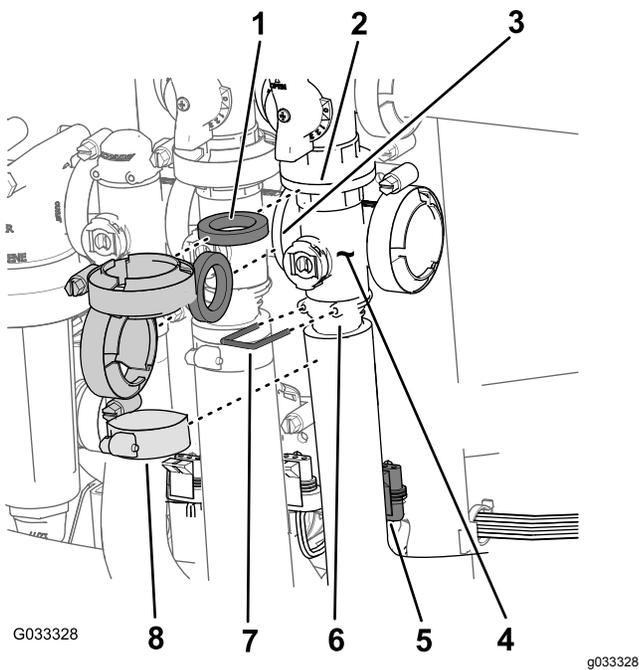

图66
1. 拆下将主喷洒臂阀歧管图66固定至主喷洒臂旁通阀、搅拌阀和主喷洒臂歧管阀在流量计的软管末端的夹具和垫片。
2. 拆下将出口接头固定至主喷洒臂阀歧管的卡环图66。